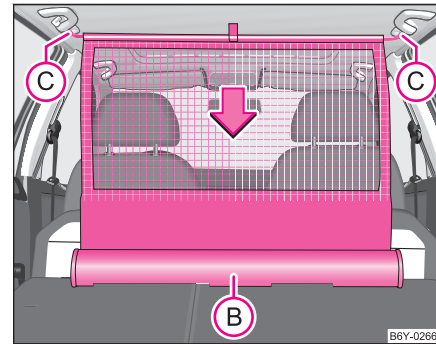

Abb. 64 Netztrennwand einrollen
- Ziehen Sie die Querstange erst auf der einen, dann auf der anderen Seite etwas nach hinten und nehmen die Querstange aus den Aufnahmen **C** ⇒ Abb. 64.